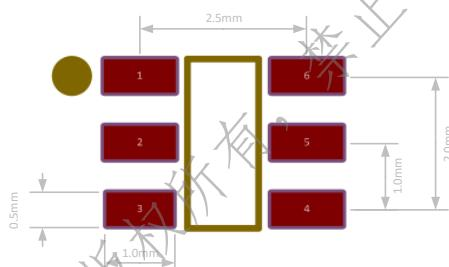

图 2 封装 SOT_DPV
按照图 2 给出的封装设计要求，设计 DPV 器件的封装，并将封装命名为 SOT_DPV，设计完成后保存，并将其与试题一中定义的器件 DPV 相关联。
- 焊盘形状均为矩形，按照图 2 给出的顺序排列。